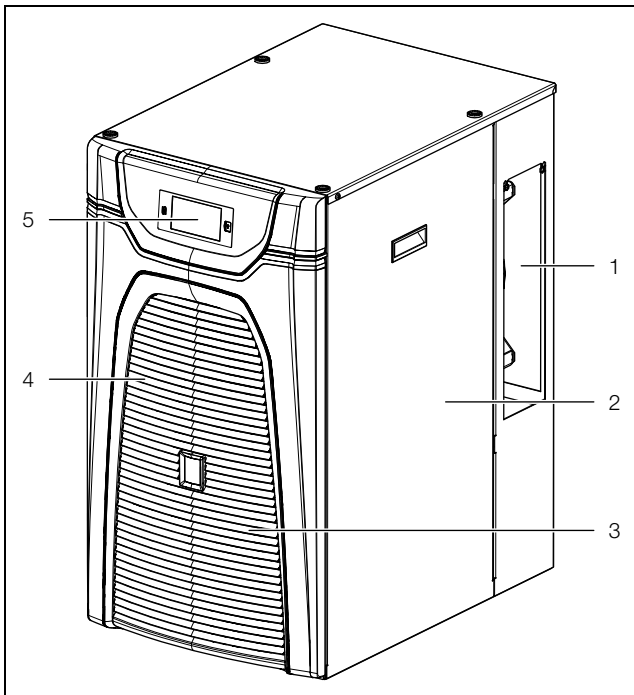
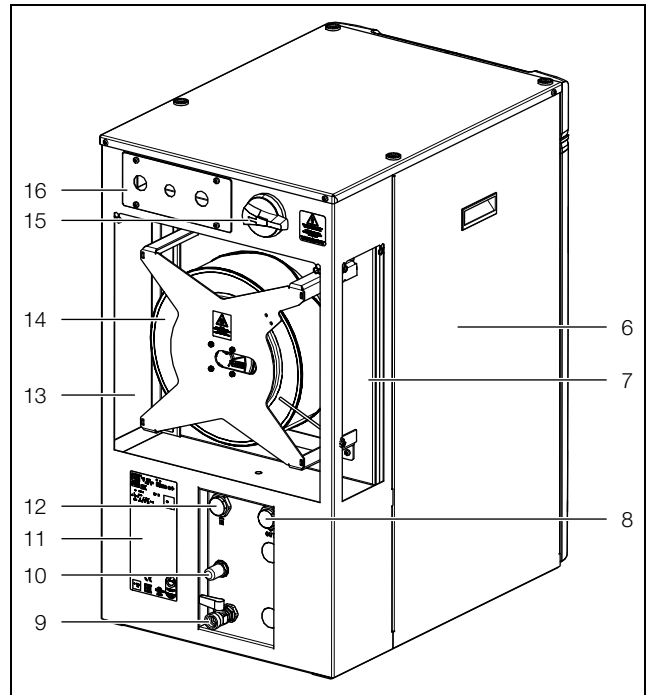

Imagen 1: Vista frontal (3320200 y 3334300)
Imagen 2: Vista posterior (3320200 y 3334300)
**Leyenda imagen 1 y imagen 2**